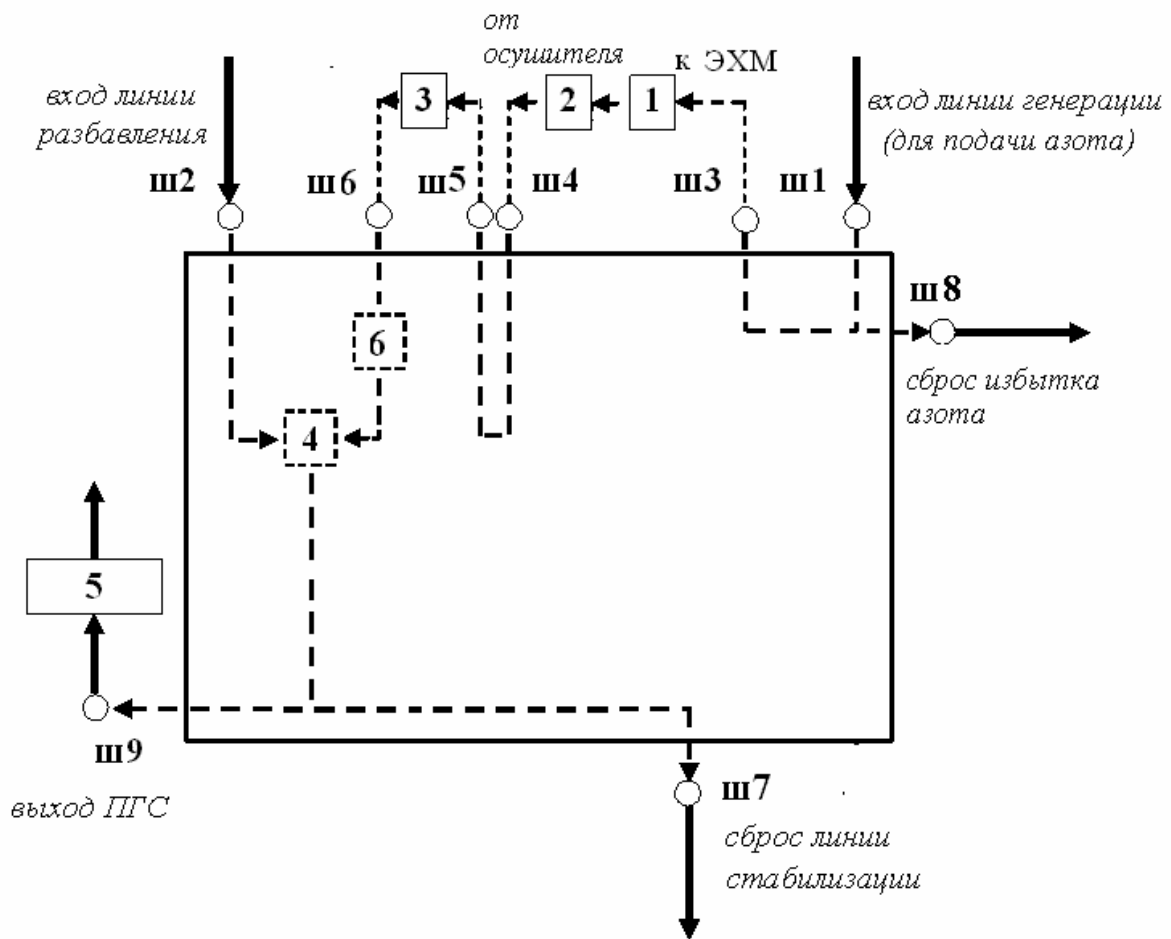

Рисунок 1. Упрощённая пневматическая схема генератора ПГСМ "Инфан ФХГ-НС1"
1.4.2 Работа ЭХМ 1 (рис. 1) состоит в использовании энергии электрического тока для инициации химических реакций с выделением хлора и водорода в количествах, соответствующих закону Фарадея. ЭХМ применяется в связи с тем, что длительное хранение смесей на основе хлора невозможно.
1.4.10 Конструктивно генератор выполнен в виде блока управления и пневматики, к штуцерам которого подключается электрохимический модуль, осушитель (см. рис. 2) и фотохимический модуль, как показано на рис. 1. Крепление ЭХМ и осушителя производится установкой этих модулей на полку на задней стенке БУП и креплением с помощью винтов-барашков М4.